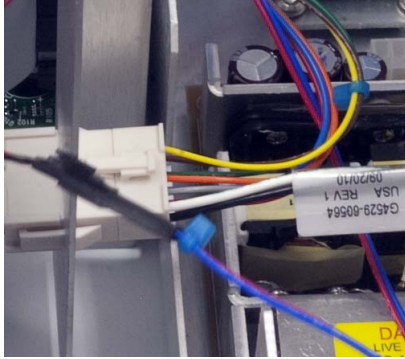

Figura 31 Conexiones de cable
- 8 Conecte los cables de la placa de control de la alimentación Peltier con los cables de la estructura principal (Figura 31).